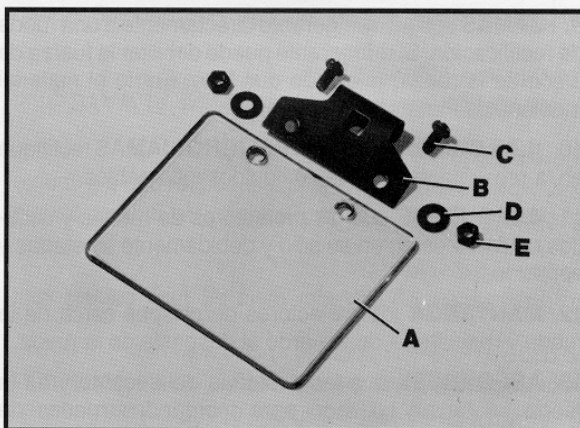

Fig. 4
1. Coloque el escudo (A) Fig. 4 bajo el borde del marco (B). Alinee los dos agujeros en el escudo con los dos agujeros en el marco y únalos mediante el uso de tornillos (C), arandelas (D) y tuercas (E). Ensamble el otro escudo del mismo modo.